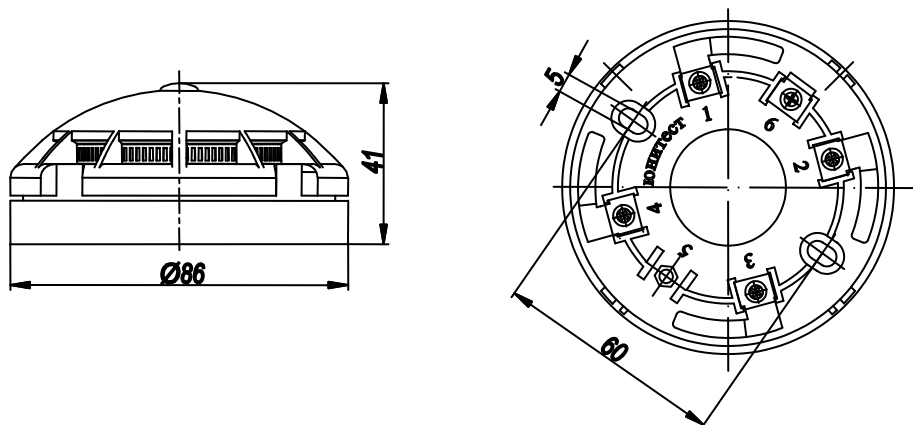
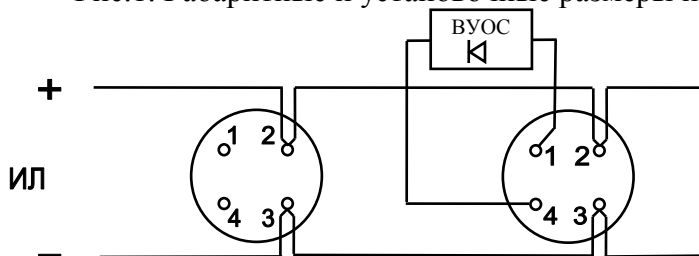

Рис.1. Габаритные и установочные размеры извещателя.
Рис.2. Схемы включения извещателя в информационную линию «Минитроник А32М».
5.3. Установить базы извещателей согласно проекта. Габаритные и установочные размеры извещателя показаны на рис. 1, схемы подключения – на рис.2.